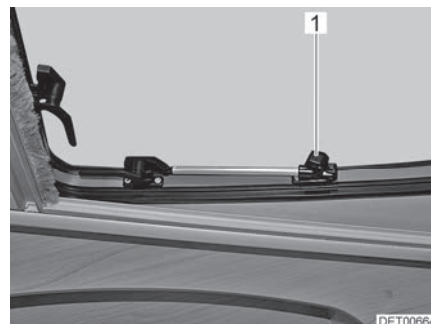

Fig. 69 Toit ouvrant avec bras pivotants, ouvert
- Ouvrir le toit ouvrant jusqu'à la position voulue et le bloquer avec la molette (Fig. 69,1).
- Tourner la molette (Fig. 69,1) jusqu'à ce que le dispositif de blocage soit libéré.